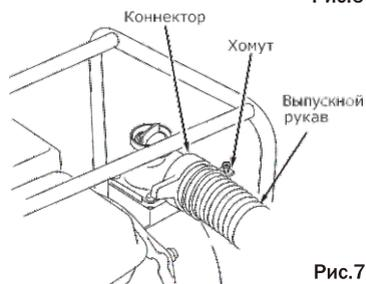

Рис.7
- подсоедините выпускной рукав к патрубку при помощи зажимного кольца и хомута (рис.7).